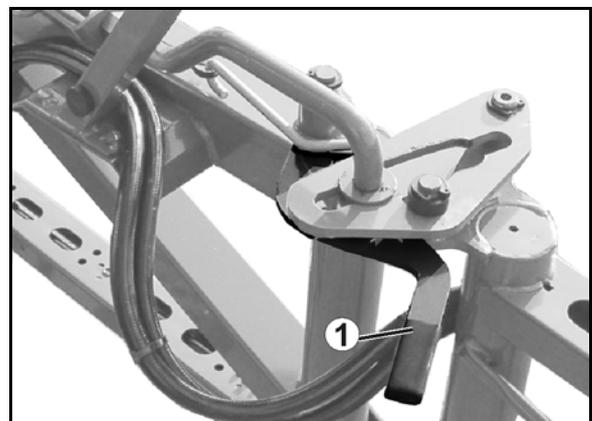

Fig. 77
1. Desbloquear el seguro de transporte levantando el gancho (Fig. 77).